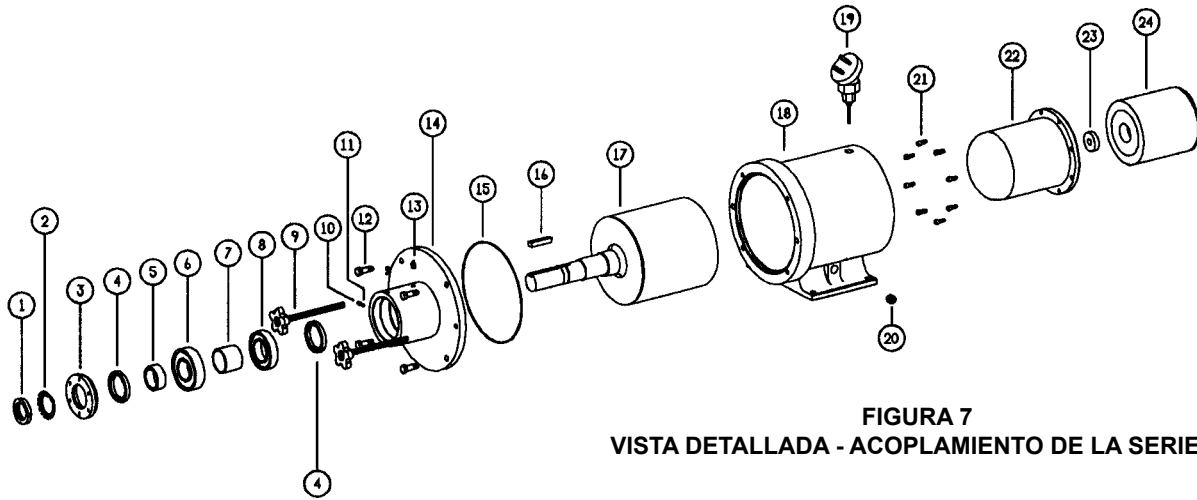

FIGURA 7
1. Instale los dos tornillos extractores (2-297-022-999) en la caja de rodamientos. Consulte la **Figura 7 en la página 6 y la Figura 8**. Retire los dos tornillos de 0,50 pulg. y rosque una varilla roscada de 0,50 pulg. NC x 8 pulg. en estos orificios. Retire los otros dos tornillos prisioneros de 0,50 pulg.